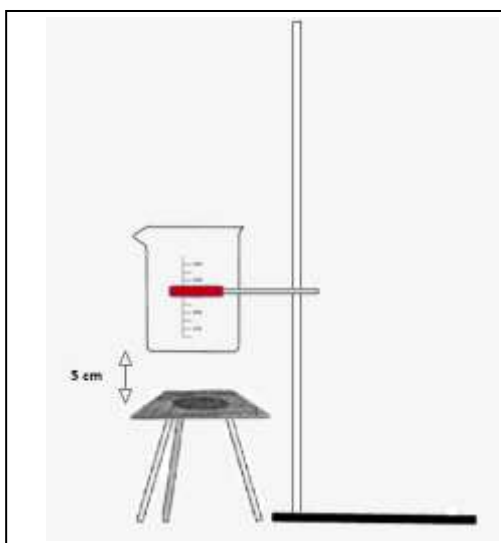

Figura 7. Disposición deseada del trípode, la tela metálica con amianto y el vaso de precipitado.
- 3- Con ayuda de la pinza que lo suspende, coloque el vaso de precipitado a 5 cm del trípode con la tela metálica con amianto encima de él. (Figura 7)